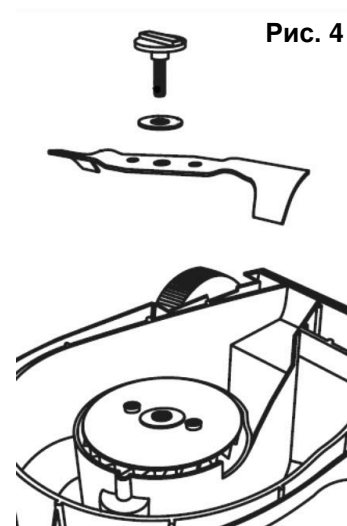

Рис. 4
- Удерживая нож с использованием перчаток, с помощью гаечного ключа отсоедините болт крепления ножа и снимите шайбу (См. Рис.4).